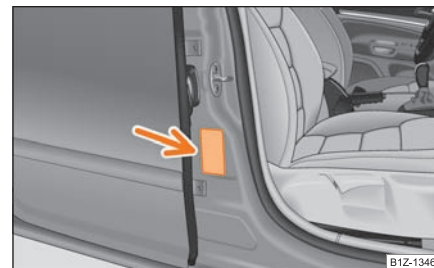

Fig. 186 Autocolant pe stâlpul central al ușilor, partea pasagerului din dreapta
- **Asupra acestui aspect atenționează și autocolantul amplasat pe partea dreaptă, pe stâlpul central al ușilor ⇒ fig. 186.** Eticheta poate fi observată după deschiderea ușii pasagerului din dreapta. În unele țări, eticheta este lipită și pe parasolarul pasagerului din dreapta.